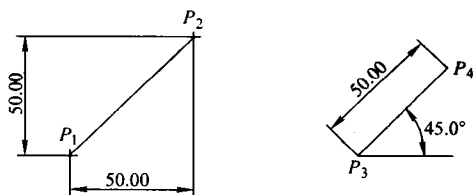

图 1—2—4 相对点绘制
(7) Point（已存在点）：该命令在一个已经存在的点的位置绘制一个点。
(8) Last（上一点）：该命令在上一次绘制点的位置绘制一个点。
(9) Relative（相对点）：该命令用来绘制一个与已知点有一定相对距离的点，可以用直角坐标或极坐标来输入相对距离。如图 1—2—4 所示，分别用直角坐标和极坐标绘制 P_2 和 P_4 点。